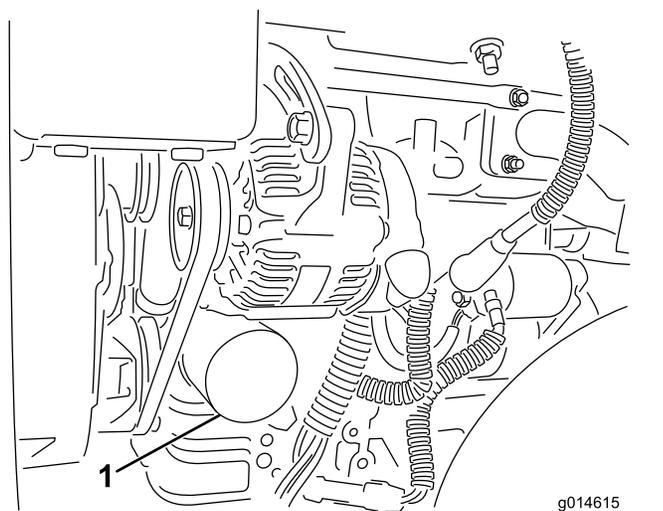

**Рисунок 41**
1. Отпустите защелки, фиксирующие крышку воздухоочистителя на его корпусе (**Рисунок 41**).
- Зафиксируйте защелки (Рисунок 41).